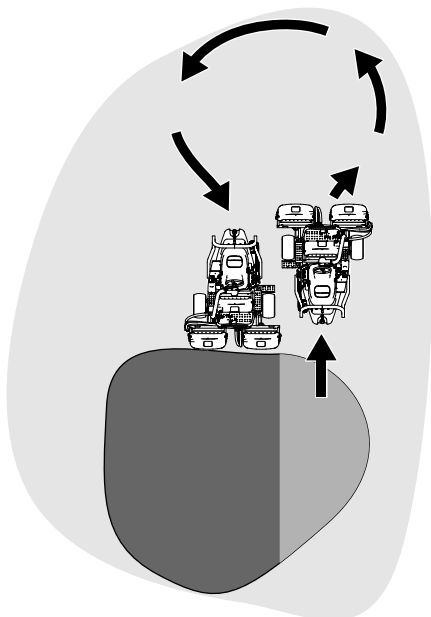

Bild 34
6. Verkürzen Sie die Betriebszeit und vereinfachen Sie das Ausrichten für den nächsten Durchgang, indem Sie die Maschine vorübergehend in die entgegengesetzte Richtung und dann in die Richtung des ungemähten Teils drehen. Führen Sie eine tränenförmige Wende durch (Bild 34), um die Maschine schnell für den nächsten Durchgang auszurichten.